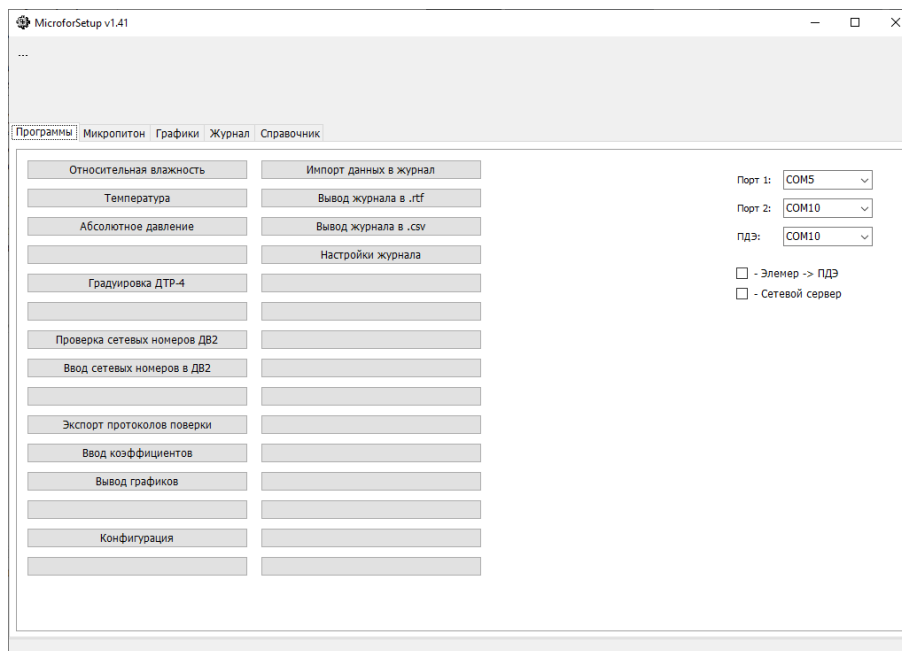
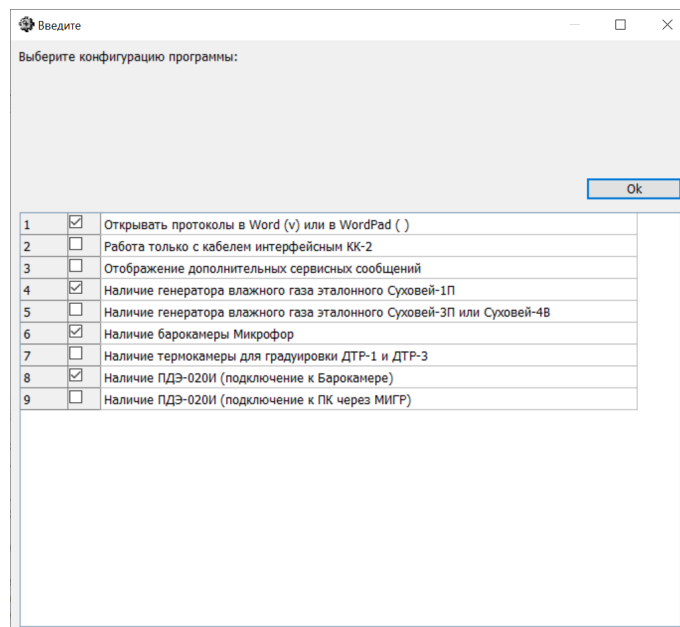
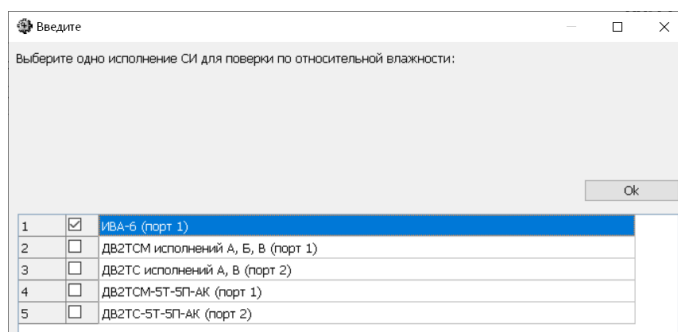

Рисунок 5 – Вкладка «Программы».
Рисунок 9 – Конфигурация программы.
Рисунок 10 – Выбор типа СИ или модификации преобразователя для поверки.
3.4.1. Общая верхняя часть окна программы (Рисунок 5) содержит следующие элементы, отображение которых может включаться и выключаться в зависимости от текущей программы:
3.4.2. Вкладка «Программы» (Рисунок 5) содержит в правой части настройки портов.
Кнопка «Конфигурация» предназначена для настройки дополнительных параметров программы (см. Рисунок 9).
5.1.8. На вкладке «Программы» (Рисунок 5) выберите в выпадающем списке «**Порт 1**» (для комплекса-1, комплекса-2 и комплекса-4) и/или «**Порт 2**» (для комплекса-3, при проверке/градуировки преобразователей с интерфейсом RS-485, для генератора Суховой-1П или барокамеры) найденные по п.5.1.4 порт подключения ПИ-1С.
5.1.10. Если работа с комплексом-1 и комплексом-2 не планируется, рекомендуется запустить программу «Конфигурация» (см. Рисунок 5) и включить опцию «Работа только с кабелем КК-2» (см. Рисунок 9).
5.1.11. При наличии на компьютере установленной программы Microsoft Word, рекомендуется запустить программу «Конфигурация» (см. Рисунок 5) и включить опцию «Открывать протоколы в Word (v) или в WordPad ()» (см. Рисунок 9).
6.1.3. На вкладке «Программы» (Рисунок 5) выберите в выпадающем списке «Порт 1» найденный по п.5.1.4 порт подключения юстировочного комплекса.
6.1.6. На вкладке «Программы» (Рисунок 5) выберите в выпадающем списке «Порт 2» найденный по п.5.1.4 порт подключения ПИ-1С.
6.2.5.6. На вкладке «Программы» (Рисунок 5) выберите в выпадающем списке «Порт 2» найденный по п.5.1.4 порт подключения ПИ-1С.
6.3.1. Запустите программу MicroforSetup (если она не была запущена ранее). На вкладке «Программы» запустите программу «Относительная влажность» (для поверки по каналу измерения относительной влажности) или «Температура» (для поверки по каналу измерения температуры) (Рисунок 5).
6.3.2. Программа предложит выбрать тип СИ и модификацию преобразователя для поверки или градуировки (Рисунок 10). Для поверки ИВА-6А и ИВА-6Н следует выбрать «ИВА-6 (порт 1)». В каждой строке указан номер порта, к которому подключены поверяемые приборы (порт 1 или порт 2, см. Рисунок 5). Следует выбрать только одну строку.
7.4.2. Программа предложит выбрать тип СИ и модификацию преобразователя для поверки или градуировки (Рисунок 10). В каждой строке указан номер порта, к которому подключены поверяемые приборы (порт 1 или порт 2, см. Рисунок 5). Следует выбрать только одну строку.